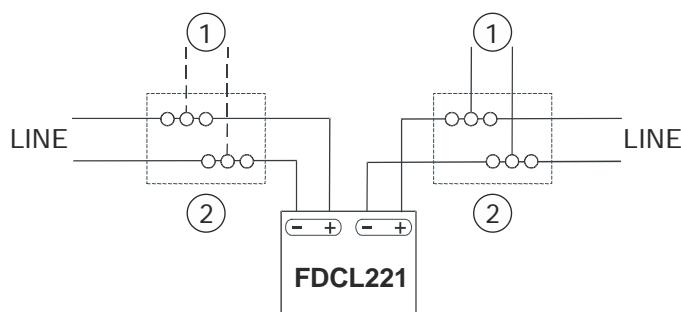

Fig. 4
i The figure (Fig. 4) shows the electric connection of the line separator in the FDnet/C-NET with triple terminal blocks (2). Soldering is equally possible.
1. Connect the line separator to the FDnet/C-NET according to the connection diagram (Fig. 4).
2. Connect the stub line (1) to the FDnet/C-NET according to the connection diagram (Fig. 4).**Wiring**
i Das Schema (Fig. 4) zeigt den elektrischen Anschluss des Linientrenners im FDnet/C-NET mittels 3-fach-Reihenklemmen (2). Lötanschlüsse sind gleichfalls möglich.
1. Schließen Sie den Linientrenner gemäß dem Anschlussschema an das FDnet/C-NET (Fig. 4).
2. Schließen Sie die Stichleitung (1) gemäß dem Anschlussschema an das FDnet/C-NET (Fig. 4).**Verdrahtung**
i Le schéma (Fig. 4) indique le raccordement électrique de l'isolateur de ligne dans FDnet/C-NET au moyen de blocs de jonction triples (2). Les connexions soudées sont également possibles.
1. Raccordez le séparateur de ligne au FDnet/C-NET conformément au schéma de raccordement (fig. 4).
2. Raccordez la ligne en étoile (1) au FDnet/C-NET conformément au schéma de raccordement (fig. 4).